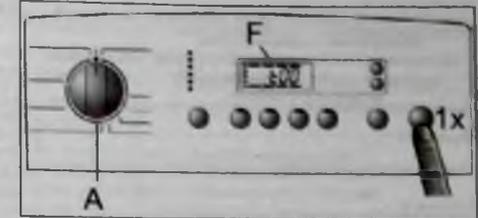

Рис. 3. Сервисный тест «t00»
5. На ЖК дисплее «F» появляется сообщение «t00» (рис. 3).